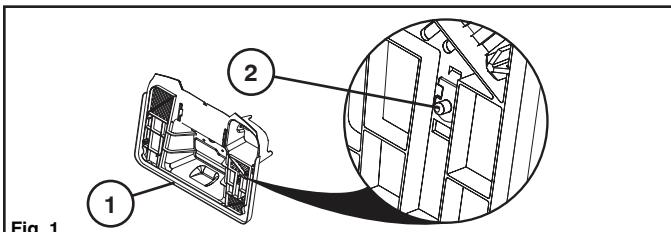

Fig. 1
- Nach dem Entfernen des Grasfängersacks von der Montageplatte (1) auf der Rückseite des Mähers den Bereich des Sackvollschatzers (2) identifizieren (siehe Abb. 1).